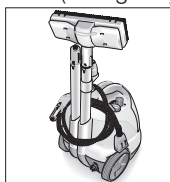

Fig. 11: Arrumar
- Coloque ambos os tubos de extensão no estojo para os acessórios (A6) atrás do aparelho. Coloque o bocal para pavimentos (H1) num tubo de extensão (ver fig. 11).